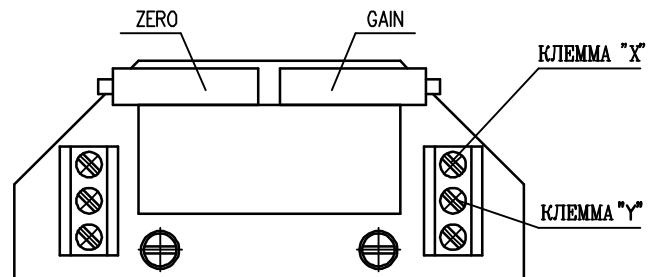

Рис.8
4.4.2 EPV - 3-проводниковое включение (рис.8)
- Установите датчик сопротивления на основании инструкций в предыдущей главе так, что величину сопротивления измеряйте на клеммах X-Y (рис.8). (употреблен датчик с сопротивлением 2000 Ω или 100 Ω)
- Поворачиванием устанавливающего тюннера ZERO (рис.8) установите величину выходного сигнала тока, измеряемого на клеммах 81-82, на величину 0 мА или 4 мА.
- Поворачиванием устанавливающего тюннера GAIN (рис.8) установите величину выходного сигнала тока, измеряемого на клеммах 81-82, на величину 20 мА или 5 мА.